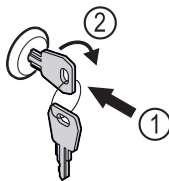

Fig. 166
- ▶ Klíč zasuňte dovnitř. Fig. 166 (1)
- ▶ Otáčejte klíčem o 90° ve směru hodinových ručiček. Fig. 166 (2)